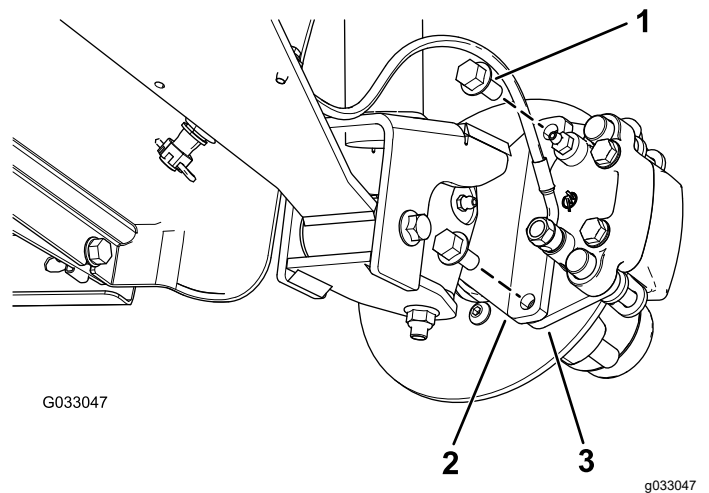
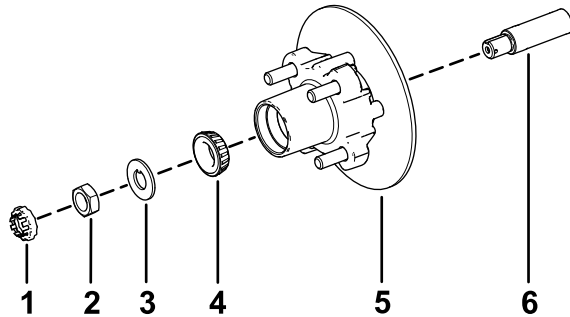

Figure 33
Figure 37
3. Retirez les boulons à embase ($\frac{3}{8}$ " x $\frac{3}{4}$ ") qui fixent le support du frein à la fusée et séparez le frein de la fusée (Figure 33).
1. Appliquez une fine couche de la graisse spécifiée sur la fusée (Figure 37).
2. Montez le moyeu et le rotor sur la fusée en plaçant le rotor à l'intérieur (Figure 37).
3. Montez le roulement extérieur sur la fusée et poussez le roulement contre la bague (Figure 37).
4. Montez la rondelle-frein à languette sur la fusée (Figure 37).
5. Vissez l'écrou de fusée sur la fusée et serrez l'écrou à 15 N·m tout en tournant le moyeu pour bien asseoir le roulement (Figure 37).
2. Alignez les plaquettes de frein de chaque côté du rotor (Figure 33) et alignez également les trous dans le support d'étrier et ceux de la fixation du frein sur le porte-fusée (Figure 37).
3. Fixez le support d'étrier au porte-fusée (Figure 33) à l'aide de 2 boulons à embase ($\frac{3}{8}$ " x $\frac{3}{4}$ ").